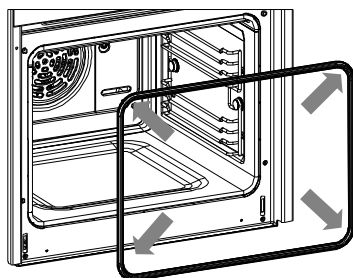

Рис. 4
1. Упритесь одним углом обтюрирующего кольца и снимайте обтюрацию с каждого угла. (См. рис. 4).
2. Поместите кронштейн вертела на уровень печи 4 (рисунок 4) (кронштейн вертела необходимо располагать только на уровне 4; только так вертел будет использоваться правильно).; (См. рис. 4).